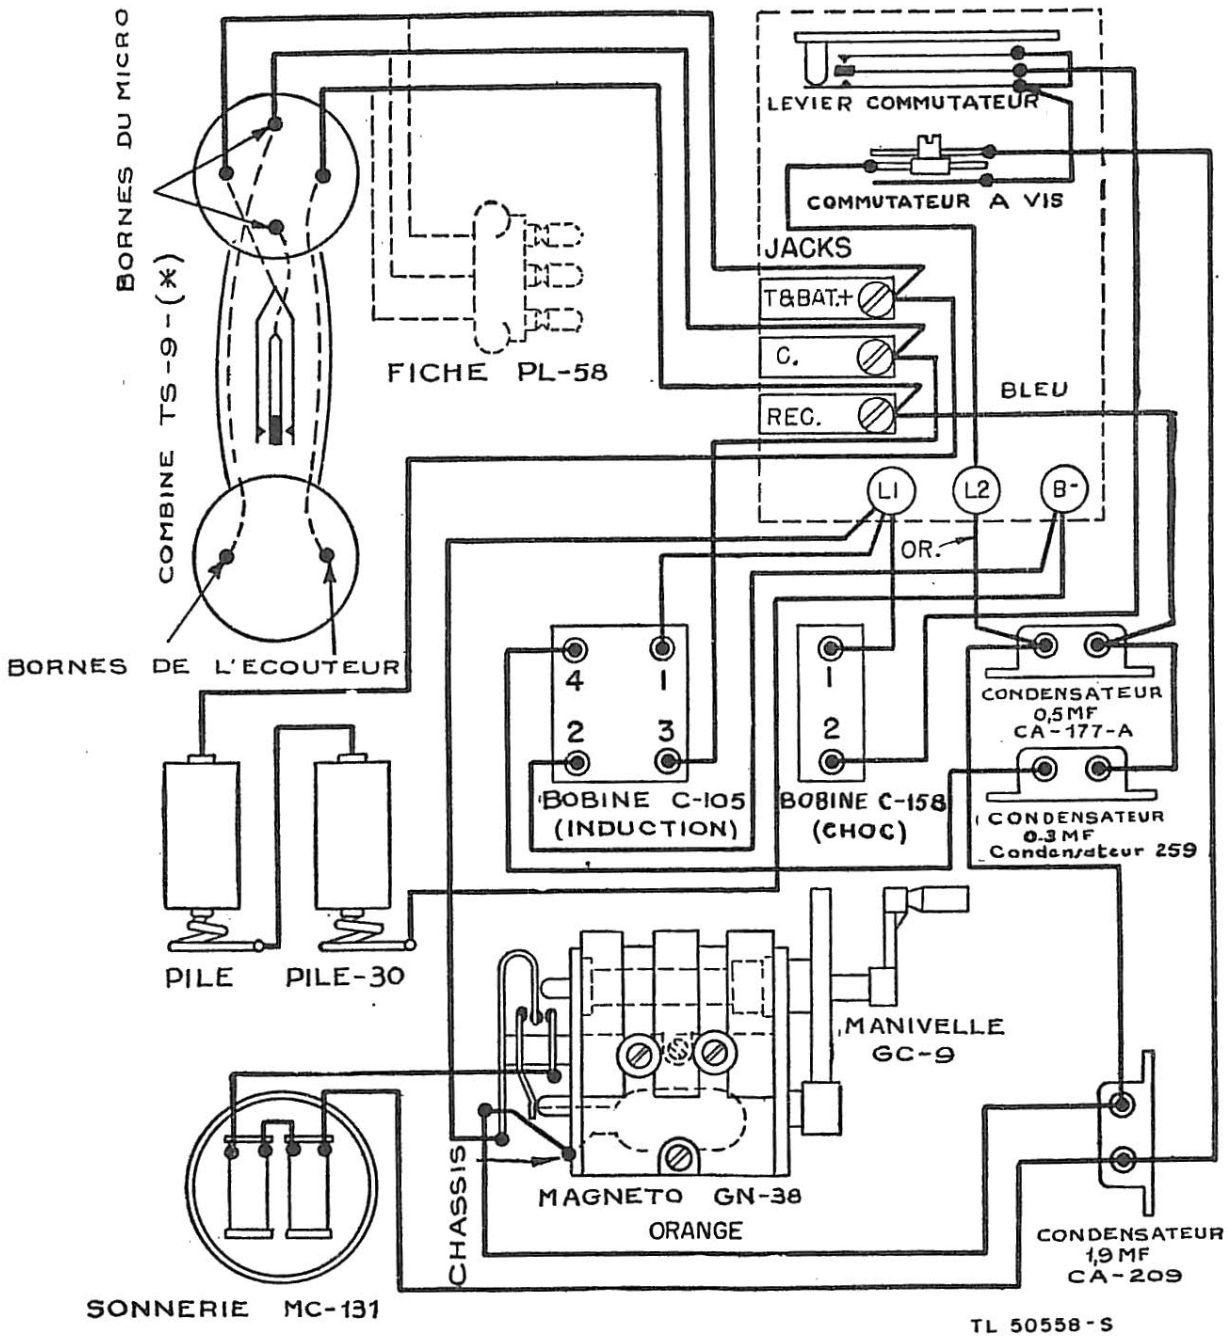

Figure 27. Téléphone EE-8. Schéma de câblage.
- (1) Tableau de dépannage (§ 48).
- (2) Schéma de câblage du téléphone EE-8-(\*) (fig. 27, 28 et 29).